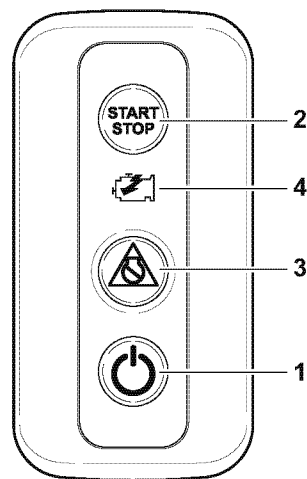

Figure 1
4. Appuyez sur l'interrupteur d'alimentation du panneau de commande de la station sélectionnée (1, **Figure 1**).
9. Appuyez sur l'interrupteur MARCHE/ARRÊT du moteur (2, **Figure 1**) et allumez le démarreur.